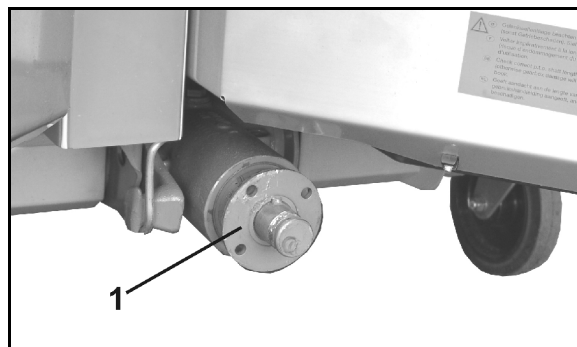

Fig. 24
1. Træk flangebøsningen (Fig. 24/1) af gearrets indgangsaksel med en aftrækker.